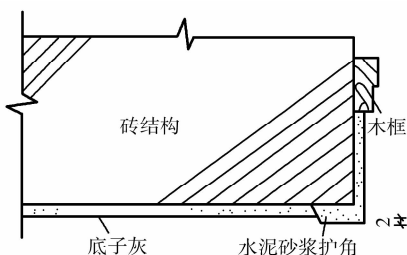

图 1-2 门窗口角做法
(1) 抹墙面时，门窗口的阳角处为防止碰撞而损坏，要用水泥砂浆做出护角。步骤如下：
① 先在门窗口的侧面抹 1 : 3 水泥砂浆后，在上面用砂浆反粘八字尺或直接在侧面反卡八字尺，使外边通过拉线或用大杠靠平的方法与所做的灰饼一平、上下吊垂直。
② 在靠尺周边抹出一条宽 5cm，厚度依靠尺为据的一条灰埂。
③ 用大杠搭在门窗口两边的靠尺上把灰埂刮平，用木抹子搓平。拆除靠尺刮干净，正贴在抹好的灰埂上，用方尺依框的子口定出稳尺的位置，上下吊垂直后，轻敲靠尺使之粘住或用卡子固定，随之在侧面抹好砂浆。
④在抹好砂浆的侧面用方尺找出方正并划出痕迹,再用小刮尺依方正痕迹刮平、刮直,用木抹子搓平,拆除靠尺,把灰埂的外边割切整齐。
⑤待护角底子六七成干时,用护角抹子在做好的护角底子的夹角处捋一道素水泥浆或素水泥略掺小砂子(过窗纱筛)的水泥护角。也可根据需要直接用1:3水泥砂浆打底,1:2.5水泥砂浆的罩面压光口角。单抹正面小灰埂时要略高出灰饼2mm,以备墙面的罩面灰与正面小灰埂一平,如图1-2所示。